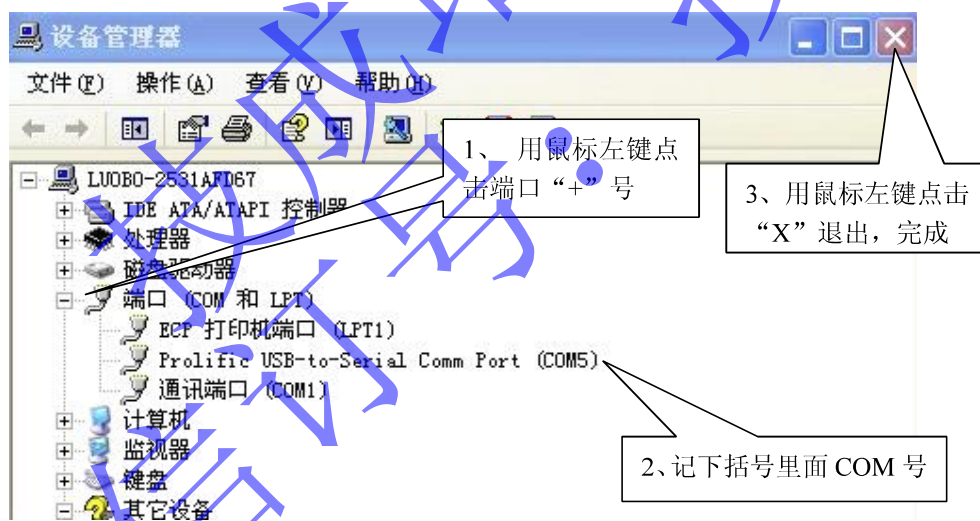

图 4-23 查看计算机与 PLC 连接 COM 口
到 Windows 界面用鼠标对准“我的电脑”图标单击右键弹出图 4-22 菜单，再设备左键单击“设备管理器 (Q)”进入下图 4-23
在“传输设置”窗口界面用鼠标左键双击“串行”图标弹出子窗口“PC I/F 串口详细设置”用鼠标左键到 COM 端口处选择图 4-23 所记下的 COM 数，再用鼠标左键单击小窗口、大窗口的“确定”退出。